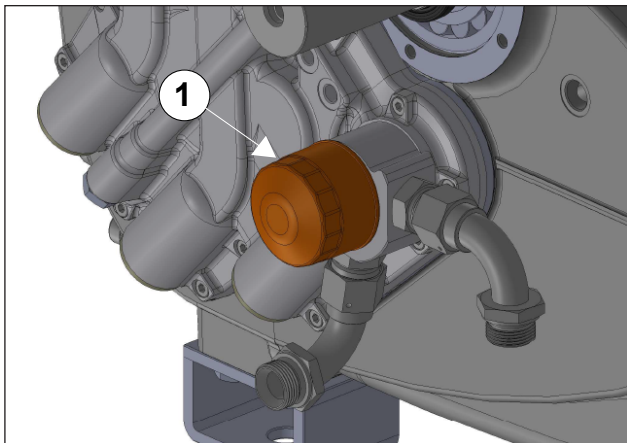

Fig. 132
Montare la cartuccia filtro olio serrandola manualmente (pos. ①, Fig. 132).